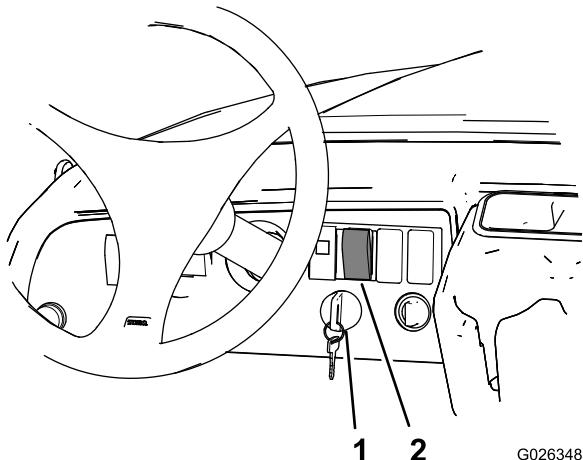

Figura 6
1. Gire el interruptor de encendido a la posición de Conectado (Figura 6).
2. Presione la mitad superior del interruptor de elevación de la caja de carga hasta que la caja esté elevada del todo (Figura 6).
3. Gire el interruptor de encendido a la posición de Desconectado (Figura 6).
7. Gire el interruptor de encendido a la posición de Conectado (Figura 6).
8. Presione la mitad inferior del interruptor de elevación de la caja de carga hasta que el actuador de la caja esté retraído del todo (Figura 6).
9. Gire el interruptor de encendido a la posición de Desconectado (Figura 6).